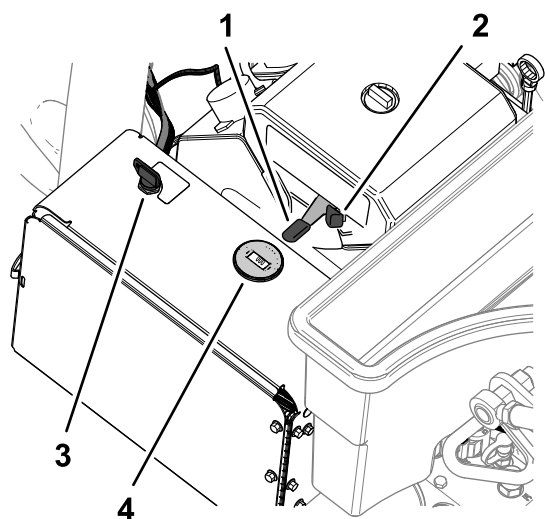

Figura 78
2. Mutai maneta de accelerație (Figura 78) în poziția LENT.